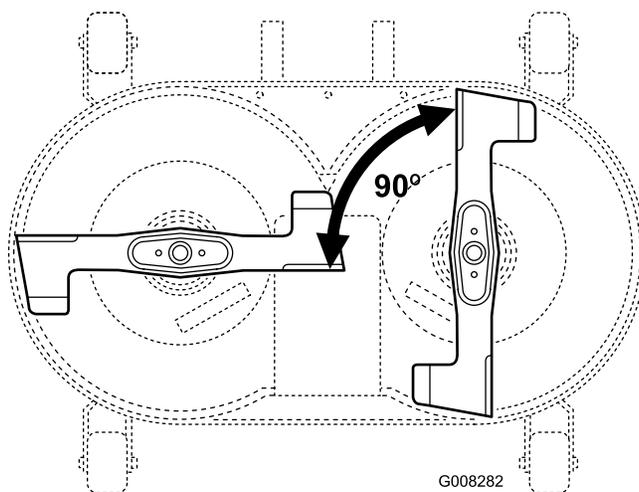

Figura 43
2. Posizionate le lame a 90° l'una dall'altra (Figura 43).